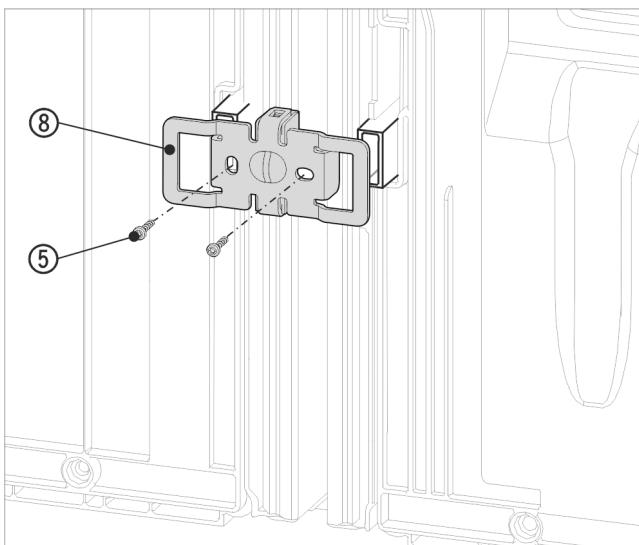

Fig. 18 Zobrazení příkladu
- ▶ Úhelník Fig. 18 (8) znova zasuňte vybráním přes úchyt pro vymezovač odstupu od stěny.
- ▶ Přišroubujte pomocí 2 šroubů Fig. 18 (5).